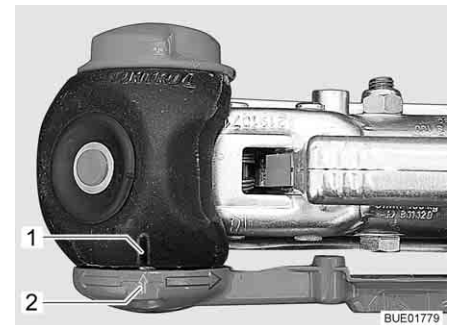

Bild 5 Kontroll "AKS stängd"
- Tryck stabiliseringsstången nedåt tills markeringen på stabiliseringsstången (Bild 5,2) stämmer överens med markeringen på stabiliseringshuset (Bild 5,1).